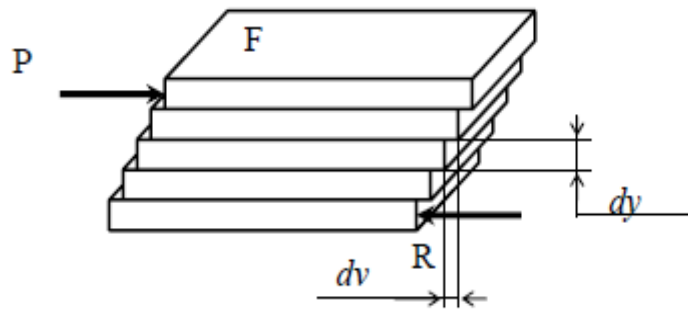

Рисунок 3 – Зсув матеріалу між двома пластинами в'язко-деформуючого матеріалу
При течії матеріалу реакція (R) залежить від сили (P) та площі верхньої або нижньої пластини в'язко-деформуючого матеріалу (F) (рис. 3). τ